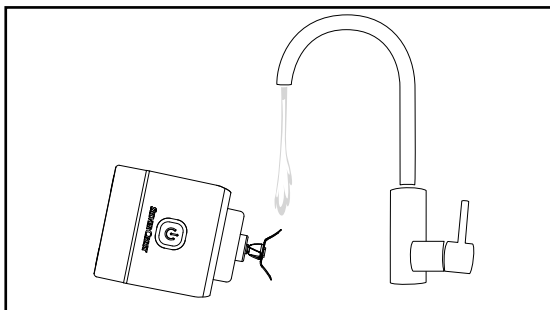

Abb. 2
- ⚠ **VORSICHT!** Das Kreuzmesser ❸ ist sehr scharf! Gehen Sie daher vorsichtig bei der Reinigung vor.
- Wischen Sie die den Motorblock ❶ mit einem feuchten Tuch ab.
- Um leichte Verschmutzungen zu beseitigen, füllen Sie den Mixbecher ❹ bis zur MAX-Markierung mit lauwarmem Wasser und einem Tropfen Spülmittel. Lassen Sie das Gerät wie im Kapitel **Bedienen** beschrieben für ca. 30 Sekunden laufen. Schrauben Sie dann den Motorblock ❶ ab und kippen das Spülwasser aus dem Mixbecher ❹.
- Spülen Sie nur das Kreuzmesser **5** vorsichtig, ggf. mit einer Spülbürste, unter fließendem Wasser. Achten Sie dabei darauf, dass kein Wasser auf den Motorblock **9** fließt und tauchen das Gerät nicht in Wasser! Kippen Sie das Gerät so, dass nur das Kreuzmesser **5** in den Wasserstrahl hineinragt (siehe Abb. 2). Wenn Sie die Reinigung direkt nach der Verwendung durchführen, dann lassen sich Verschmutzungen leichter lösen.